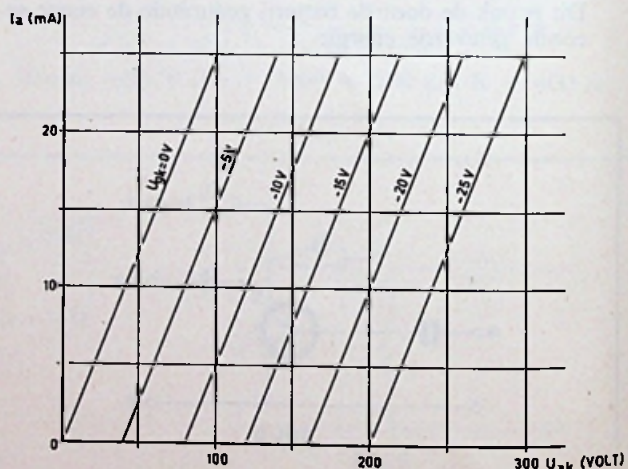

FIG. 13
④ Van een triode zijn in fig. 13 een aantal geïdealiseerde karakteristieken gegeven.